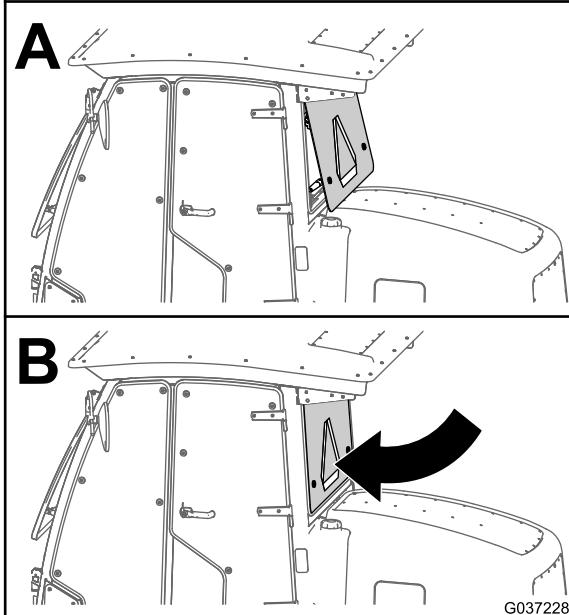

Figura 74
1. Cierre la ventanilla trasera de la cabina (Figura 74).